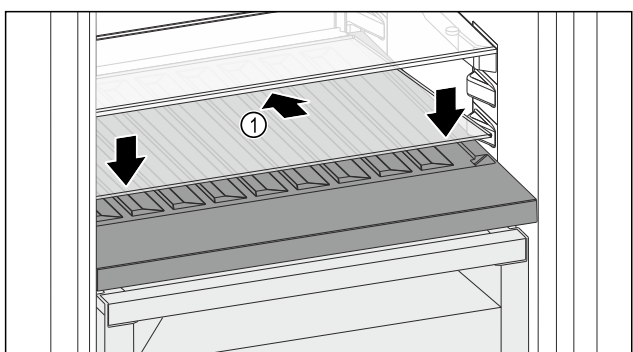

Fig. 118
- ▶ Nasadte sklenú dosku Fig. 118 (1) šikmo a naklonenú smerom dozadu nadol.
- ▶ Spustite sklenú dosku Fig. 118 (1) vpredu.